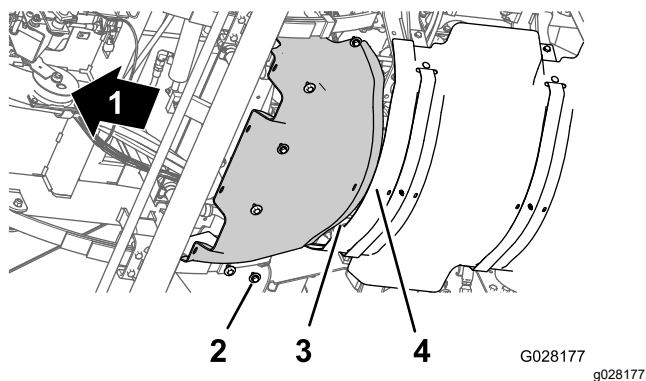

Figure 63
1. Alignez la bride arrière de l'écran pare-chaleur avant et la bride avant de l'écran pare-chaleur arrière (Figure 63).
2. Alignez les trous de l'écran pare-chaleur avant et les trous filetés du châssis (Figure 63).
3. Montez l'écran pare-chaleur avant sur la machine au moyen des 6 boulons à tête hexagonale et des 6 rondelles (Figure 63) retirés à l'opération 3 de Dépose de l'écran pare-chaleur avant (page 54).